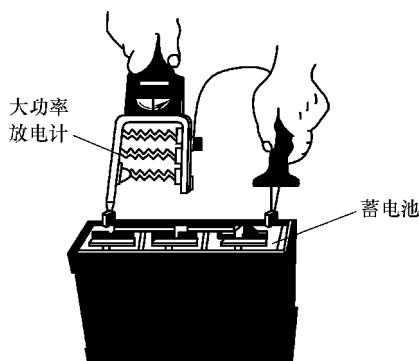

图 3-4 测试蓄电池放电情况
(1) 使用大功率放电计测试蓄电池故障 将 12V 大功率放电计的两个叉尖用力紧压在蓄电池正负接线柱上, 时间不超过 5s, 观察蓄电池大电流放电时的端电压, 如图 3-4 所示。